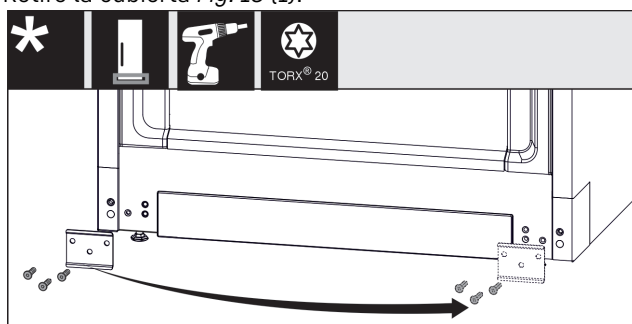

Fig. 19
- Desatornille la placa Fig. 19 (1), muévela hacia el otro lado y vuelva a atornillarla.